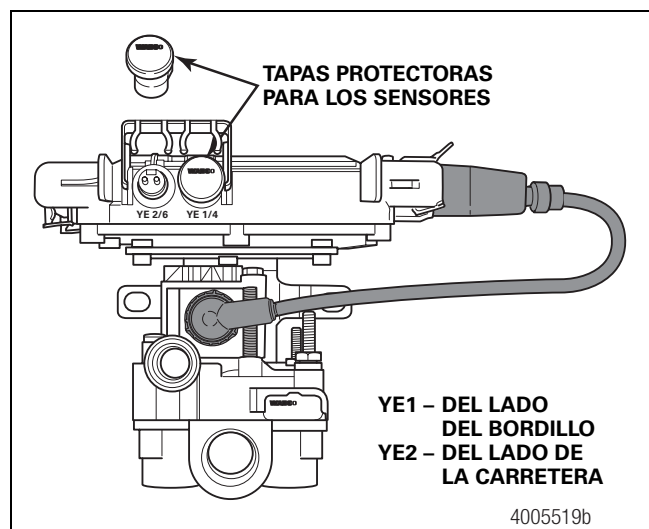

**Figura 5**
2. Conecte el sensor y los cables en los ejes preparados a los cables de extensión de los sensores. Figura 5.
3. Pase el cable del sensor por detrás del eje del remolque al conjunto de la ECU y la válvula moduladora única. Acompañe la manguera del freno con el cable. Figura 5.